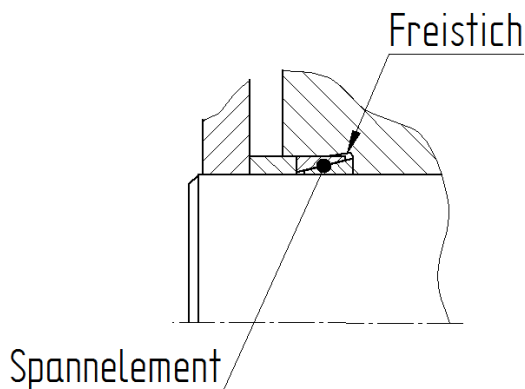

Bild 2) Spannelement im Freistich
- Falls Freistich vorhanden, diesen mit einem Distanzring überdrücken. Er kann bei fehlendem Freistich entfallen (siehe Bild 2 und 3).